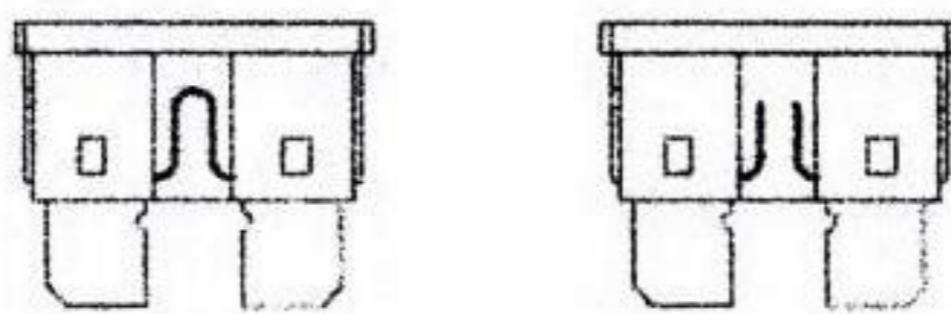

Bild 13
2. Prüfen Sie, ob die Sicherung durchgebrannt ist (Abbildung 13).